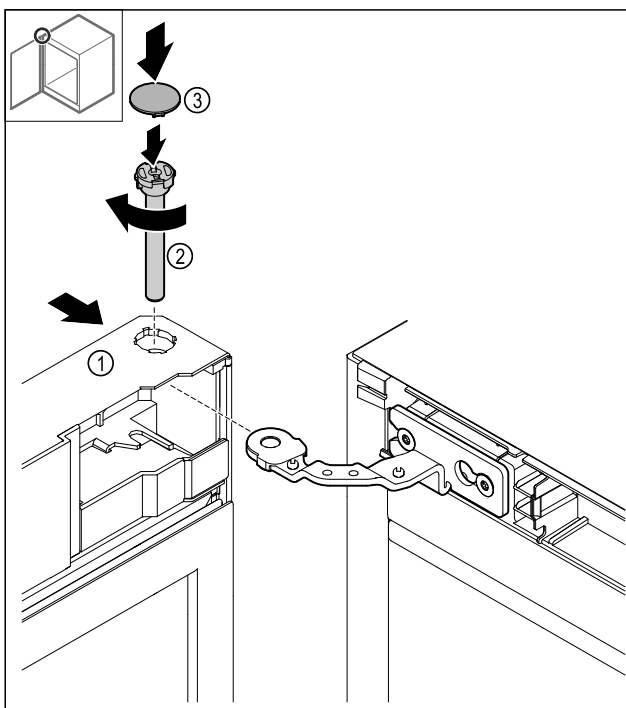

Fig. 38
- Deur Fig. 38 (1) boven op het scharnier schuiven.
- Bouten Fig. 38 (2) plaatsen en rechtsom vastdraaien.
- Afdekking Fig. 38 (4) plaatsen.